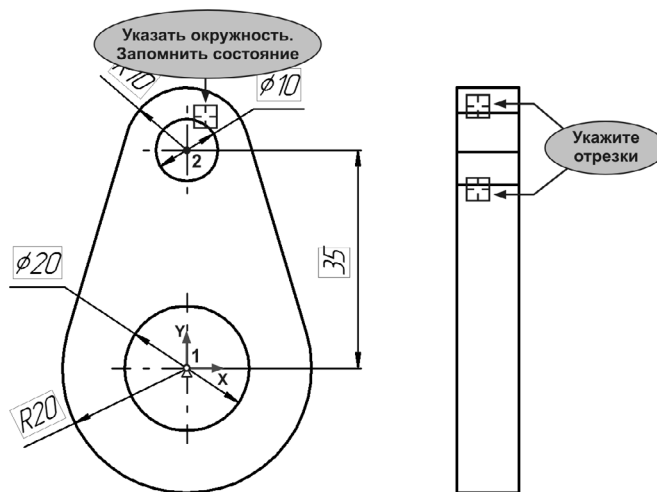

Рис. 66.31.
- 5.5. Затем укажите верхний и нижний отрезки (рис. 66.31).